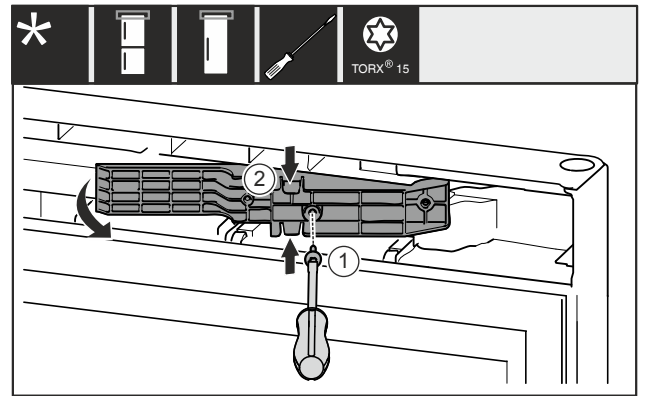

Fig. 16 *
- Schraube Fig. 16 (1) entfernen.*
- Adapterstück Fig. 16 (2) oben und unten leicht zusammendrücken und herausziehen.*